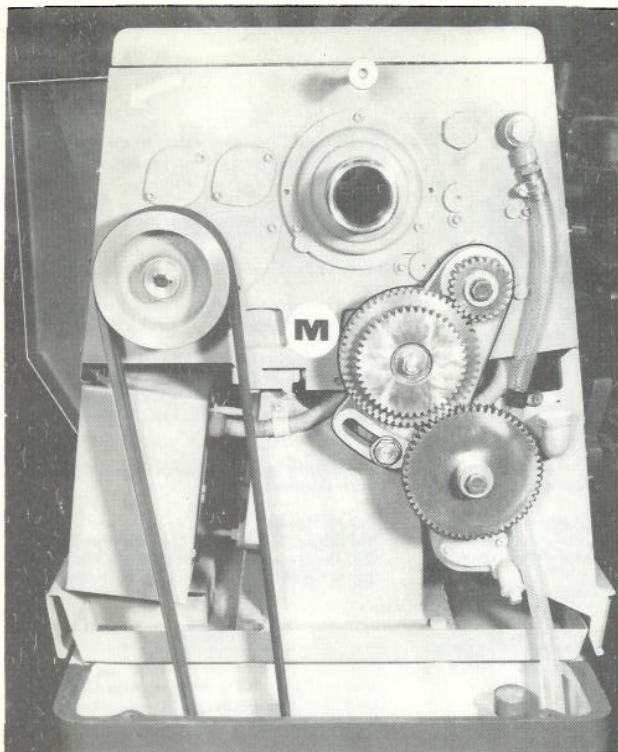

Fig. 19.
Drive from headstock to gearbox is transmitted through a gear train enclosed by the headstock end-guard. Intermediate gears are carried on an adjustable swing-frame (M) shown in Fig. 19. Gears must be thoroughly cleaned before fitting and backlash maintained at .005 in. (.127 mm) for correct meshing.
La commande entre la poupée et la boîte d'avances est transmise par un train de pignons montés dans le carter extérieur de la poupée fixe. Les pignons intermédiaires sont portés par une tête de cheval adaptable (M) représentée à la figure 19.
Der Antrieb des Vorschubgetriebes vom Spindelstock erfolgt über ein Wechselradgetriebe, welches sich unter der hinteren Spindelstockabdeckhaube befindet. Zwischenräder werden von einem Schwingrahmen, welcher justierbar ist (M), getragen (siehe Abb. 19).